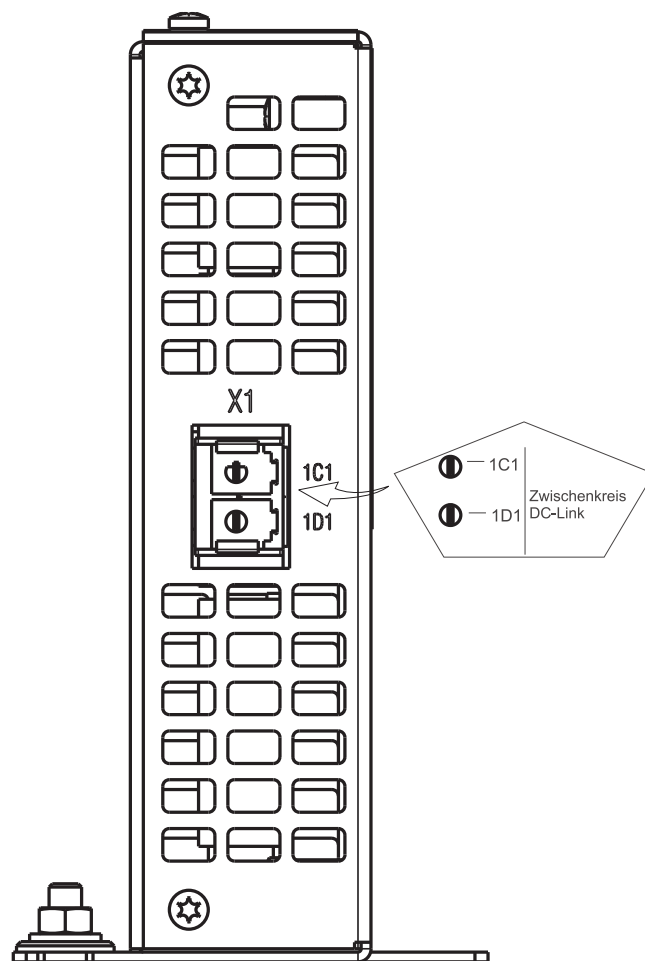

Abbildung 10: Elektrische Anschlüsse BFD-2-540
- 1C1, 1D1 Anschlüsse für Zwischenkreis, siehe ▶Abbildung 10◀ auf Seite 46.
PE PE-Anschluss, siehe ▶Abbildung 10◀ auf Seite 46.